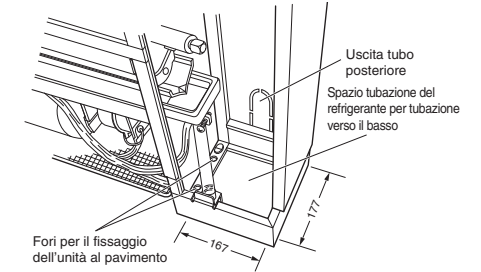

Fig. 3-112
- Quando è necessario un tubo verso il basso, si rimanda alle dimensioni di apertura mostrate in Fig. 3-112.